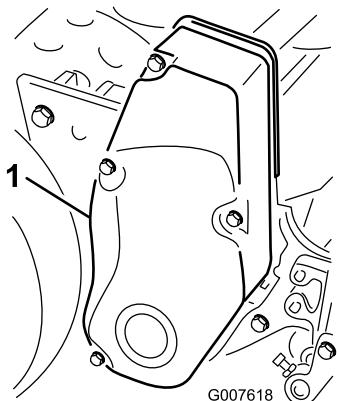

図34
- ベルトカバー取り付けねじを外してカバーを取り、ベルトを露出させる図34。